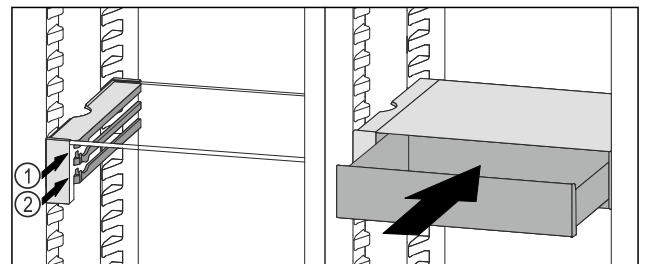

Fig. 124
- ▶ VarioSafe-Schubfach hinter den Stopperrn auf gewünschter Rippe Fig. 124 (1) oder Fig. 124 (2) aufsetzen.